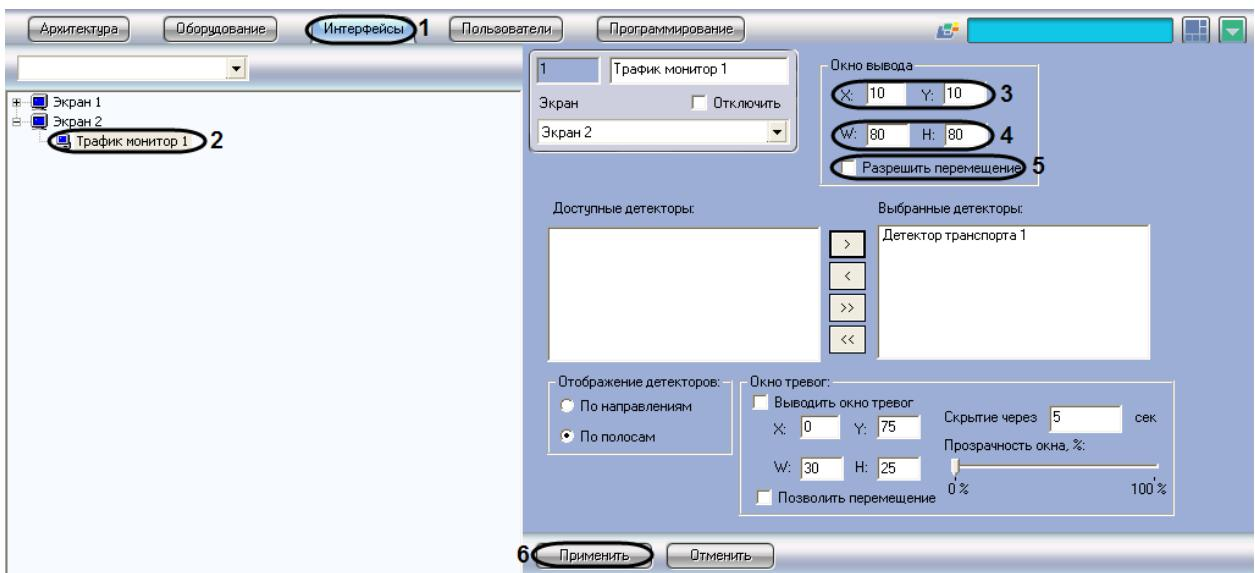

Рис. 7.7—1. Настройка размещения диалогового окна «Трафик монитор»
1. Перейти на вкладку «Интерфейсы» диалогового окна «Настройка системы» (см. Рис. 7.7—1, 1).
2. Выбрать в дереве объект «Трафик монитор» (см. Рис. 7.7—1, 2).
3. По умолчанию диалоговое окно «Трафик монитор» выводится в центральной части экрана (с координатами положения верхнего левого угла: X = 10, Y = 10). Для изменения положения на экране необходимо задать координаты его расположения в полях «X» и «Y» (см. Рис. 7.7—1, 3). Значения полей «X» и «Y» соответствуют координатам расположения левого верхнего угла диалогового окна на экране и выражаются в процентном соотношении относительно размеров экрана по горизонтали и вертикали соответственно.
4. По умолчанию диалоговое окно «Трафик монитор» занимает 64 % от общего пространства экрана (80% ширины и высоты экрана). Для изменения размера диалогового окна необходимо задать его ширину в поле «W» и высоту в поле «H» (см. Рис. 7.7—1, 4). Значение полей «W» и «H» выражаются в процентном соотношении относительно размеров экрана по горизонтали и вертикали соответственно.
- По умолчанию диалоговое окно «Трафик монитор» нельзя свободно перемещать по экрану. В том случае, если требуется разрешить перемещение диалогового окна, необходимо активировать флажок «Разрешить перемещение» (см. Рис. 7.7—1, 5).
- Нажать кнопку «Применить» (см. Рис. 7.7—1, 6).